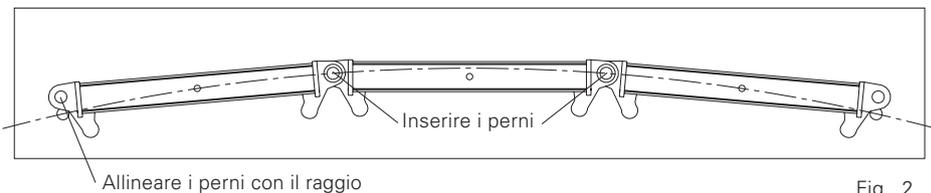

Fig. 2
2. Posizionare sulla dima tre correnti con snodo e collegarli con due perni, che devono essere inseriti anche nei fori centrali della dima. Allineare entrambe le estremità dei correnti esterni in corrispondenza del foro (fig. 2).